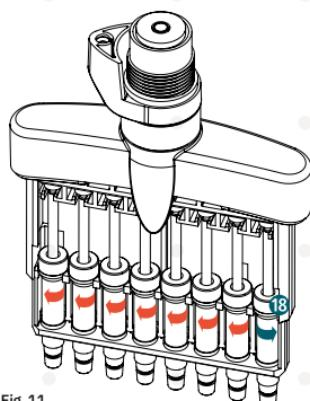

Fig. 11
- La unidad del émbolo **18** se afloja de su fijación girándola con ayuda de la llave Allen (Fig. 11).